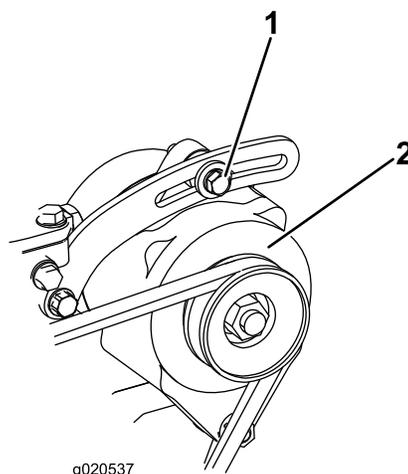

Figura 146
3. Controllate la tensione della cinghia dell'alternatore premendola (Figura 146) al centro tra le pulegge dell'alternatore e dell'albero a gomito con una forza di 10 kg.
4. Allentate il bullone che fissa l'alternatore al supporto e il bullone di rotazione dell'alternatore. (Figura 146)